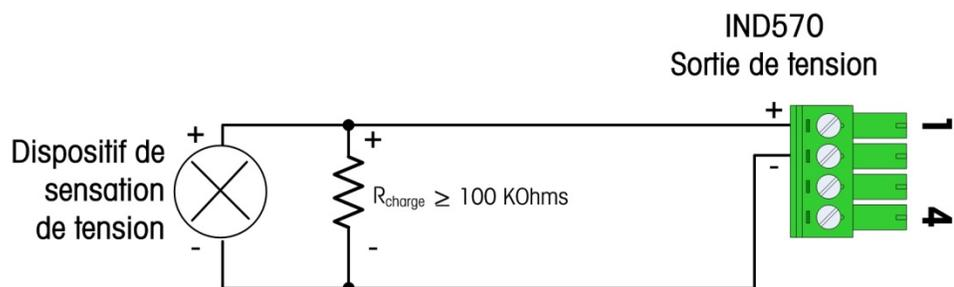

Figure 1-5 : Connexion de mesure de la tension normale
- Confirmez l'adéquation du câblage en vous reportant à la Figure 1-5.
- Pour la sortie 0-10V, confirmez l'adéquation du câblage en vous référant à la Figure 1-5, et vérifiez que la charge de sortie est égale ou supérieure à 100 kOhms.